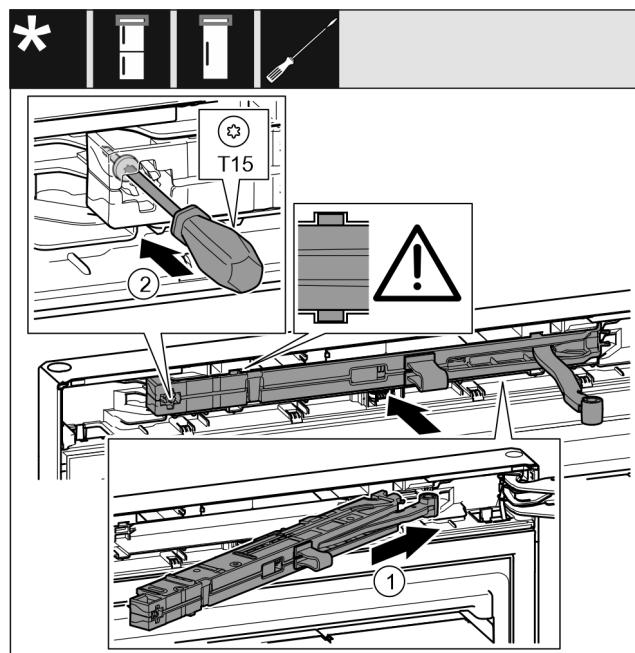

Fig. 22
- ▶ 将托架侧面的关门阻尼单元倾斜插入凹槽直至止挡装置。Fig. 22 (1)
- ▶ 用 T15 螺丝刀拧紧螺钉。Fig. 22 (2)